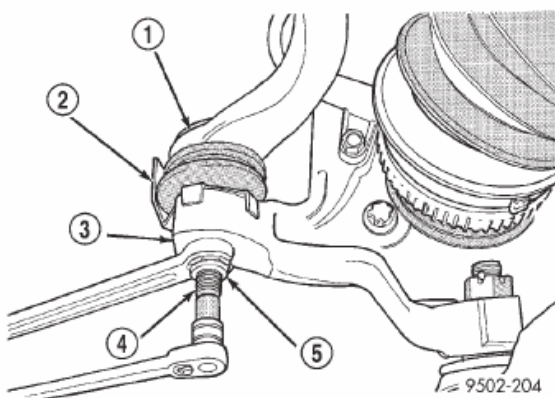
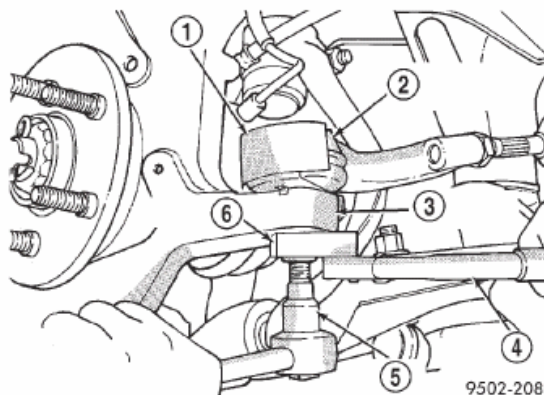

Fig. 19 Instalación de la tuerca del extremo de la barra de acoplamiento
Fig. 20 Torsión de la tuerca del extremo de la barra de acoplamiento
(9) Instale el extremo de la barra de acoplamiento en la articulación de la dirección. Empezee a colocar en el espárrago del extremo de barra de acoplamiento la tuerca que fija el extremo de la barra de acoplamiento a la articulación de la dirección. Mientras sostiene el espárrago sin que se mueva (Fig. 19), apriete la tuerca de fijación del extremo de la barra de acoplamiento a la articulación de la dirección. Con una llave de pata y una llave de cubo de 11/32, apriete la tuerca con una torsión de 61 N·m (45 lbs. pie) (Fig. 20).